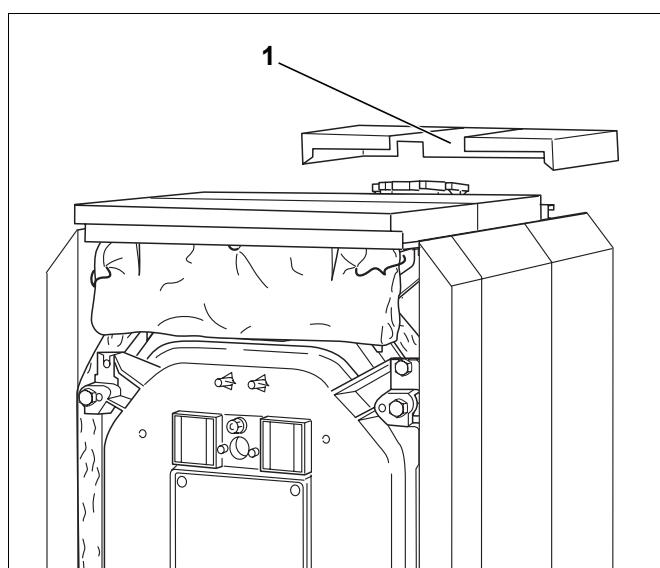

Fig. 54 Montaggio del pannello di copertura posteriore
- ▶ Montare il pannello di copertura inferiore della caldaia con le piegature e l'asola di aggancio per la manda del circuito di riscaldamento (fig. 54, [1]) davanti sui pannelli laterali.